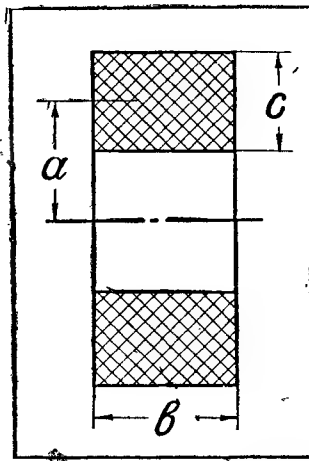

Рис. 2
**Формула для определения коэффициента самоиндукции многослойной катушки (рис. 2):**